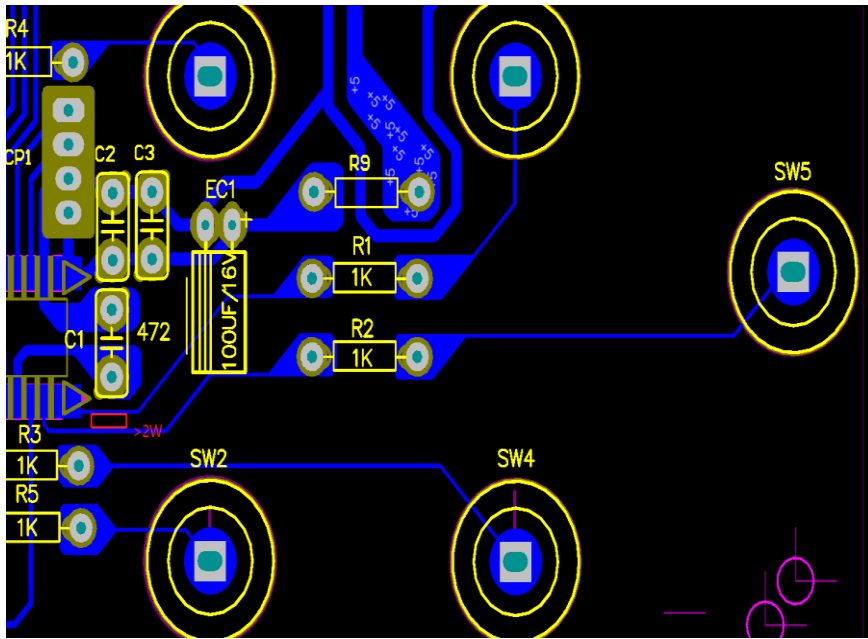

图 21
- 3) 不同 TK 通道的走线彼此间的距离尽可能的保证在两倍线宽以上, 如下图 21 所示: